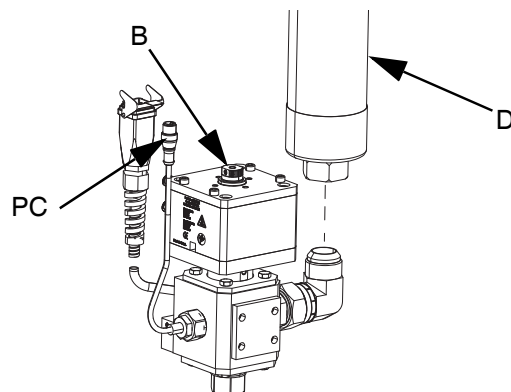

ABB. 21
7. Bei Verwendung von zwei Schläuchen den Versorgungsschlauch 2 (D) mit dem Einlassfitting am Dosierventil (B) verbinden. Bei Verwendung von nur einem Schlauch den Versorgungsschlauch 1 (C) mit dem Einlassfitting am Dosierventil (B) verbinden. Siehe ABB. 21.